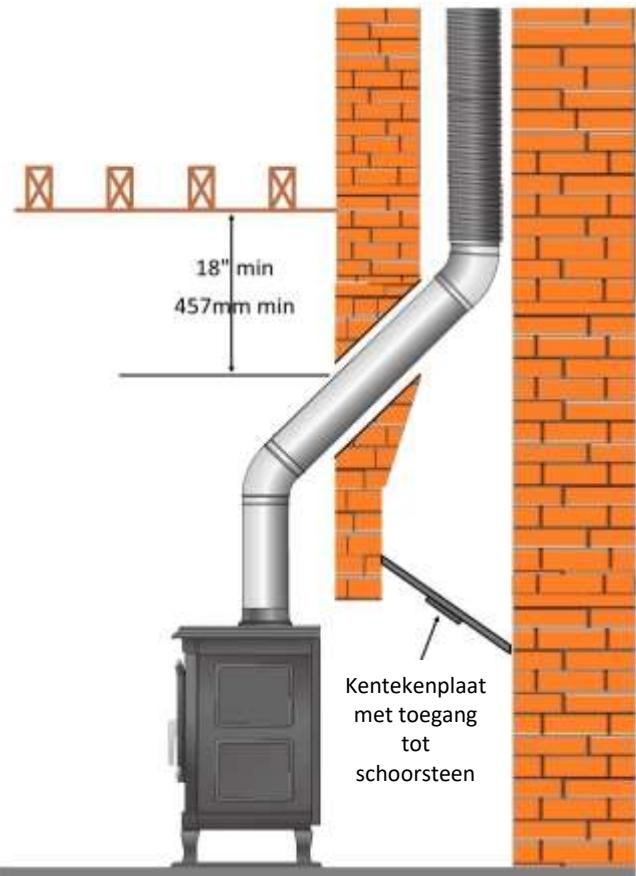

Afb. 2
5. Er moeten geschikte brandbarrières / wartels worden geïnstalleerd als deels van het rookkanaal door vloeren en/of plafonds loopt. De isolatie moet minstens 50mm dik zijn vanaf het rookkanaal tot de opbouw. De wanden moeten worden beschermd als de schoorsteen zich niet op de aangegeven veiligheidsafstand bevindt en het schade kan opbrengen (zie afb. 2).